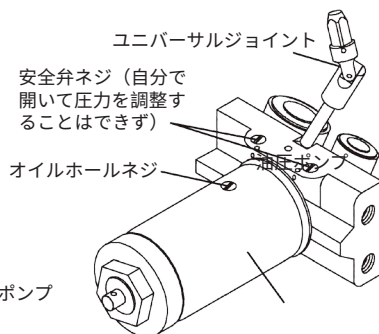

図2
- 1) オイルホールネジを緩めますが、ネジを外さないでください（図2参照）。
- 5) オイルホールネジを締めます（図2参照）。
- 1) オイルホールネジを外します（図2参照）。